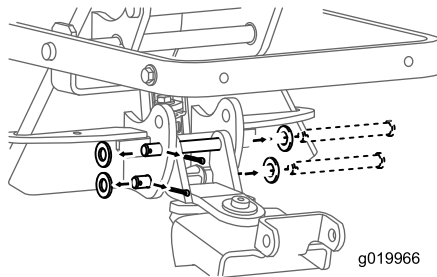

Figure 1
1. Déposez et mettez au rebut la goupille fendue et l'axe de chape qui fixent le support existant et l'extrémité inférieure du mécanisme de verrouillage (Figure 1).